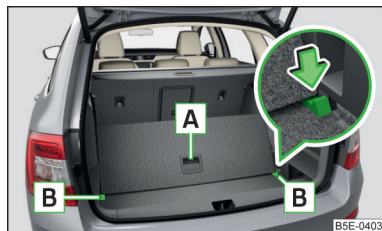

Fig. 128
- Pentru **divizare**, ridicați podeaua variabilă de mânerul **A** și introduceți marginea din spate a podelei variabile a portbagajului în canalele **B** în sensul săgeții » fig. 128.